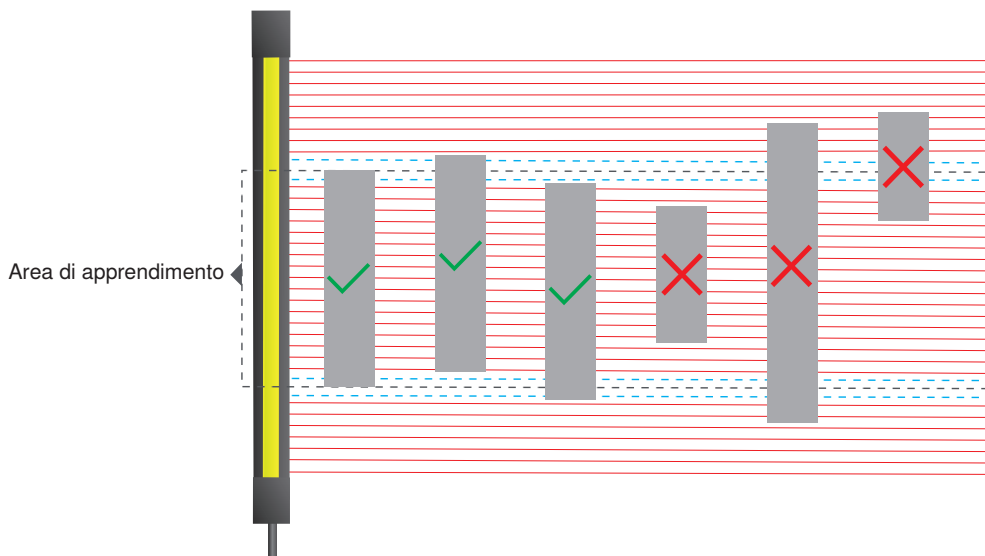

Figure 24: Movimento dell'oggetto ammesso con fix-blanking con tolleranza dei bordi
- I seguenti movimenti degli oggetti sono tollerati, anche se si escludono a vicenda (vedere Figure 24):
- La distanza tra due aree nascoste dipende dal loro movimento all'interno della zona protetta (Figure 24):